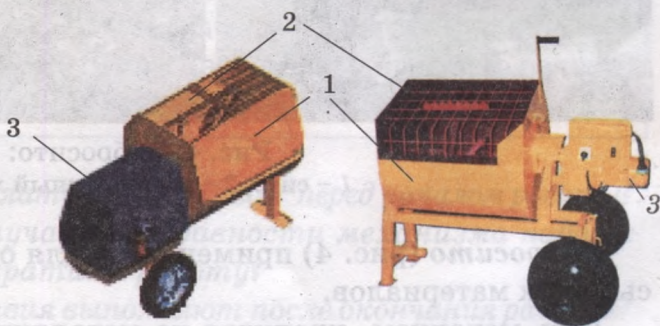

Рис. 5. Растворосмеситель:
**Растворосмесители** (рис. 5) применяют для приготовления растворов при больших объёмах штукатурных работ.